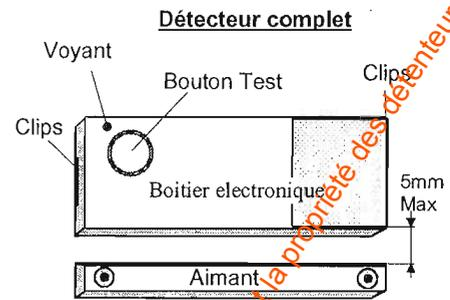
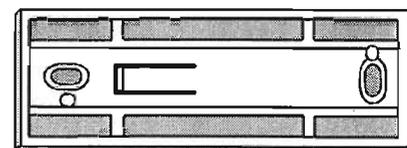

Figure 27
Figure 30
- **La partie électronique**, comprenant la pile, à placer sur le dormant de l'issue, de préférence en partie haute. Elle peut être rehaussée selon le cas par des cales d'épaisseur empilables (fig. 30).
- **L'aimant** du détecteur, à placer sur l'ouvrant de l'issue, en regard de la partie électronique, espacé d'un maximum de 5 mm (fig. 27). Il peut être rehaussé, selon le cas, par des entretoises d'épaisseur (fig. 30 bis).
Figure 30 bis